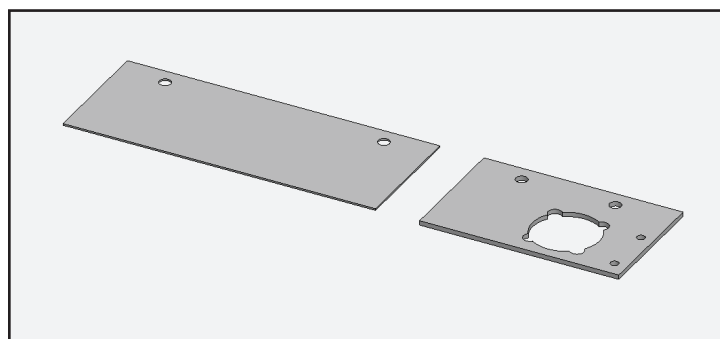

Fig. 10. Plaque de couvercle et plaque du torque master. Situées dans l'emballage intérieur avec les outils de mise à niveau.
1. Trouvez la plaque de recharge du torque master et la plaque du couvercle dans l'emballage intérieur avec les outils de mise à niveau. Voir fig. 10. Mettez de côté.